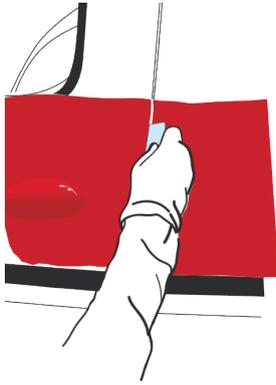

Figure 35
- › Finir le travail en passant la raclette sur la découpe. Incliner la raclette dans le prolongement du bord fin. (FIG. 35)